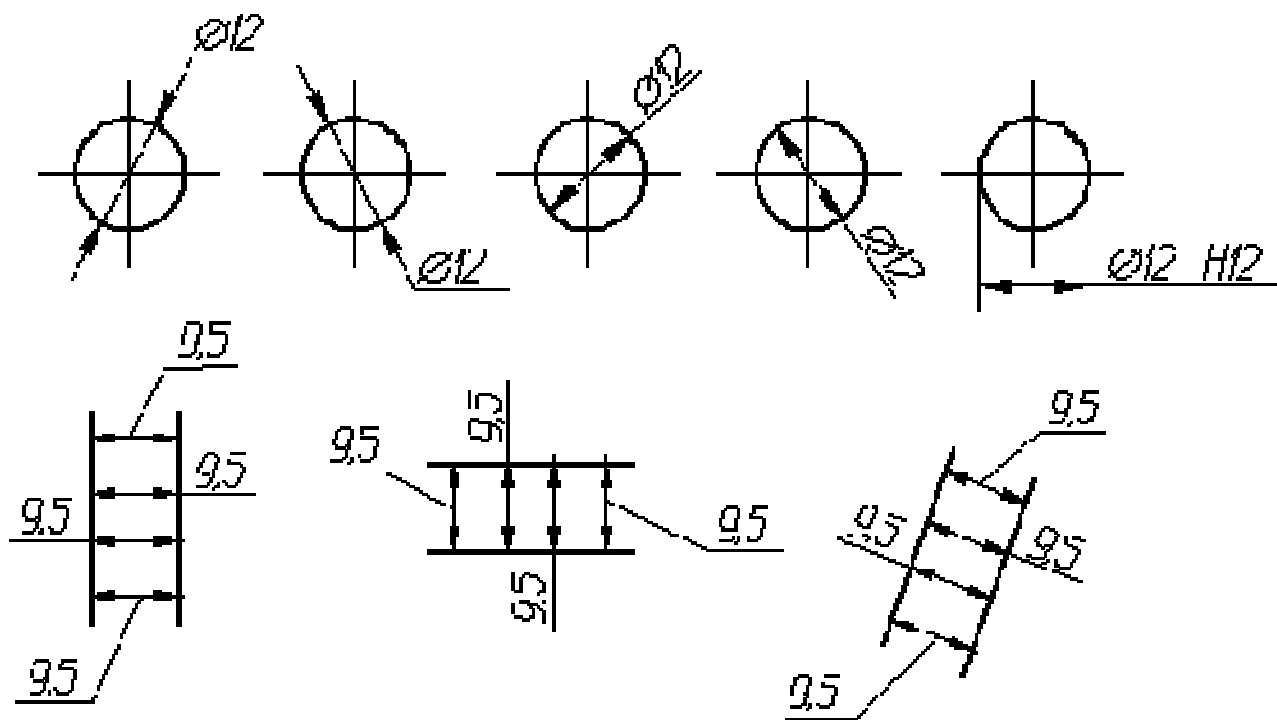

Рисунок 10
25.Если для написания размерного числа недостаточно места над размерной линией, то размеры наносят, как показано на рис.10